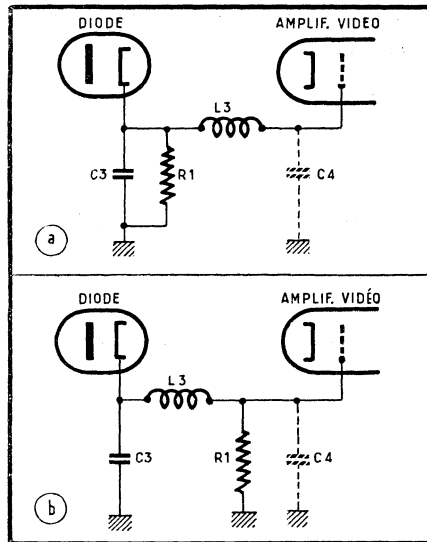

Fig. 94. — La correction peut également se faire à l'aide d'une bobine ( $L_3$ ) disposée en série dans la liaison.
Comme son nom l'indique, la correction série consiste à disposer la bobine de correction  $L_3$  en série dans la liaison détecteur-tube suivant (ou toute autre liaison), mais ce branchement peut se faire de deux façons différentes : la bobine  $L_3$  placée entre  $R_1$  et la grille de la lampe suivante (fig. 94 a) ; la bobine  $L_3$  placée entre la sortie du détecteur et  $R_1$  (fig. 94 b).
Le point de départ pour le calcul des éléments  $R_1$  et  $L_3$  d'un circuit correcteur série est le rapport des capacités  $C_3$  et  $C_4$ , ainsi que leur somme, valeurs que nous devons nous imposer en tenant compte de la structure réelle de la liaison corrigée. Les deux schémas de la figure 94 sont équivalents en tant que performances et ne diffèrent que par l'inversion du rapport des deux capacités en jeu. En d'autres termes si nous appelons  $p$  ce rapport, nous devons avoir :
$$\begin{aligned} &\text{pour la figure 94 a,} \\ &C_3/C_4 = p, \\ &\text{et pour la figure 94 b,} \\ &C_4/C_3 = p. \end{aligned}$$
Le rapport  $p$  dépend de la solution choisie et de la distorsion en amplitude et en phase admise, mais il est pratiquement toujours inférieur à 1. Cela signifie, en particulier que la résistance de charge  $R_1$  se placera toujours du côté de la plus faible capacité :  $C_3$  pour la figure 94 a ;  $C_4$  pour la figure 94 b.
Il est à remarquer que rien n'empêche d'appliquer ce cas à la figure 94 b également ( $C_3 = 2C_4$ ), surtout lorsque l'amplificatrice vidéo est une lampe à faible capacité d'entrée (EF 80 ou 6AU 6) ce qui se rencontre lorsqu'il y a deux étages d'amplification vidéo. Nous avons alors  $C_t = 6$  à
**Rapport des capacités = 3.** — C'est le cas où, théoriquement, nous obtenons la meilleure caractéristique en amplitude, c'est-à-dire une courbe régulière, sans creux ni bosse vers les fréquences élevées. Nous devons donc avoir ici soit  $C_4 = 3C_3$  pour la figure 94 a, soit  $C_3 = 3C_4$ , pour la figure 94 b. Comme la plus faible de ces capacités ne peut guère être diminuée à moins de 6-8 pF, nous devons augmenter artificiellement l'autre pour arriver au rapport voulu, par adjonction d'un condensateur d'appoint, fixe ou ajustable. Le coefficient  $Q$  reste ici le même que précédemment et nous avons  $Q^2 = 0,67$ .
Voici maintenant un exemple d'application pratique. Soit à calculer la bobine  $L_3$  dans le cas de la figure 94 a où nous supposons  $C_3 = 8$  pF et  $C_4 = 16$  pF. Une bande passante de 9,5 MHz nous est imposée, ce qui entraîne  $f_m = 9,5$  MHz. Calculons d'abord  $R_1$  :